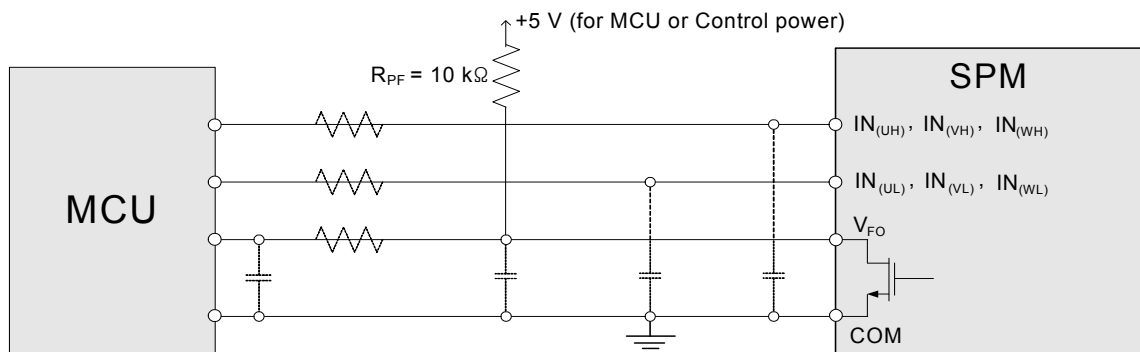

图 14. 推荐的 MCU I/O 接口电路
- 3) V_{F0} 输出是漏极开路型。此信号线应该用电阻上拉至 MCU 或控制电源正极，以使 I_{F0} 达到 1mA（请参考图 14）。